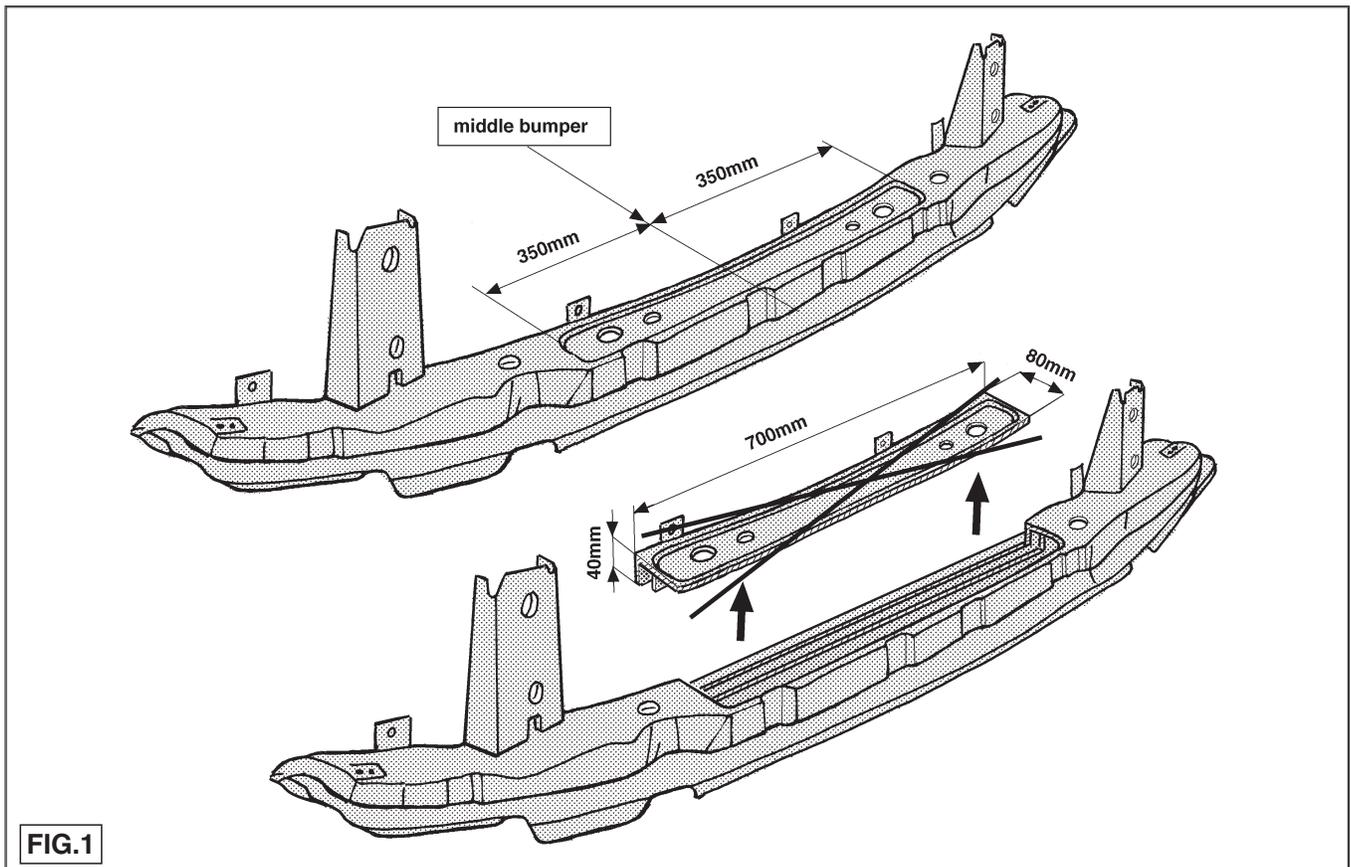

FIG.1
Bij voertuigen uitgerust met een bumper-binnenwerk zoals afgebeeld in fig.1 kan de trekhaak niet zonder meer gemonteerd worden. Men dient dan het binnenwerk te demonteren en overeenkomstig fig.1 te bewerken.
For vehicles equipped with a bumper-interior as shown in fig. 1, the tow bar cannot be fitted straight away. The bumper interior must first be dismantled and modified in accordance with fig. 1.
Bei Fahrzeugen, die mit einer Stoßstangenverkleidung gemäß Fig.1 ausgestattet sind, kann die Kupplungskugel mit Halterung nicht ohne weiteres montiert werden. Diese Verkleidung muß entfernt und gemäß Fig.1 modifiziert werden.
Sur les véhicules équipés d'une garniture de pare-chocs comme illustré sur la fig. 1, l'attache-remorque ne pourra pas être montée telle quelle. Il faudra démonter la garniture et la modifier conformément à la fig. 1.
En vehículos equipados con un armazón interior de parabroques como ilustrado en la fig. 1 el gancho de remolque no se puede montar sin más. Es preciso desmontar el armazón interior y elaborarlo de acuerdo con la fig. 1.
3. **Attention, si nécessaire:** Scier au milieu du pare-chocs un morceau de 55mm de large et 15mm de profondeur. **Attention, si nécessaire:** Scier une partie indiquée conformément à la figure 1. **Valable uniquement pour SWB:** Positionner l'attache-remorque et la fixer à l'emplacement des points G à l'aide de quatre boulons M12x35, y compris les rondelles grover et les écrous. Visser les écrous de plusieurs tours.
En véhicules équipés d'une garniture de pare-chocs comme illustré sur la fig. 1, l'attache-remorque ne pourra pas être montée telle quelle. Il faudra démonter la garniture et la modifier conformément à la fig. 1.